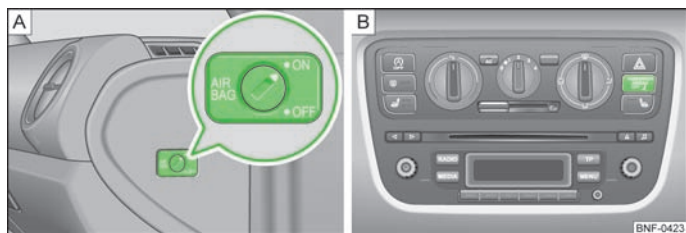

Fig. 85 Nøglekontakt / Kontrollampe
- Den frakoblede airbag vises, ved at kontrollampen **PASSENGER AIR BAG OFF**  i instrumentpanelets midterste del lyser » Fig. 85 – [B].
- Drej slidsen i nøglekontakten til position **OFF** » Fig. 85 – [A] med nøglen.
- Kontroller, om kontrollampen **PASSENGER AIR BAG OFF**  i instrumentpanelets midterste del lyser, når tændingen er tilsluttet » Fig. 85 – [B].
- Drej slidsen i nøglekontakten til position **ON** » Fig. 85 – [A] med nøglen.
- Kontroller, om kontrollampen **PASSENGER AIR BAG OFF**  i instrumentpanelets midterste del ikke lyser, når tændingen er tilsluttet » Fig. 85 – [B].